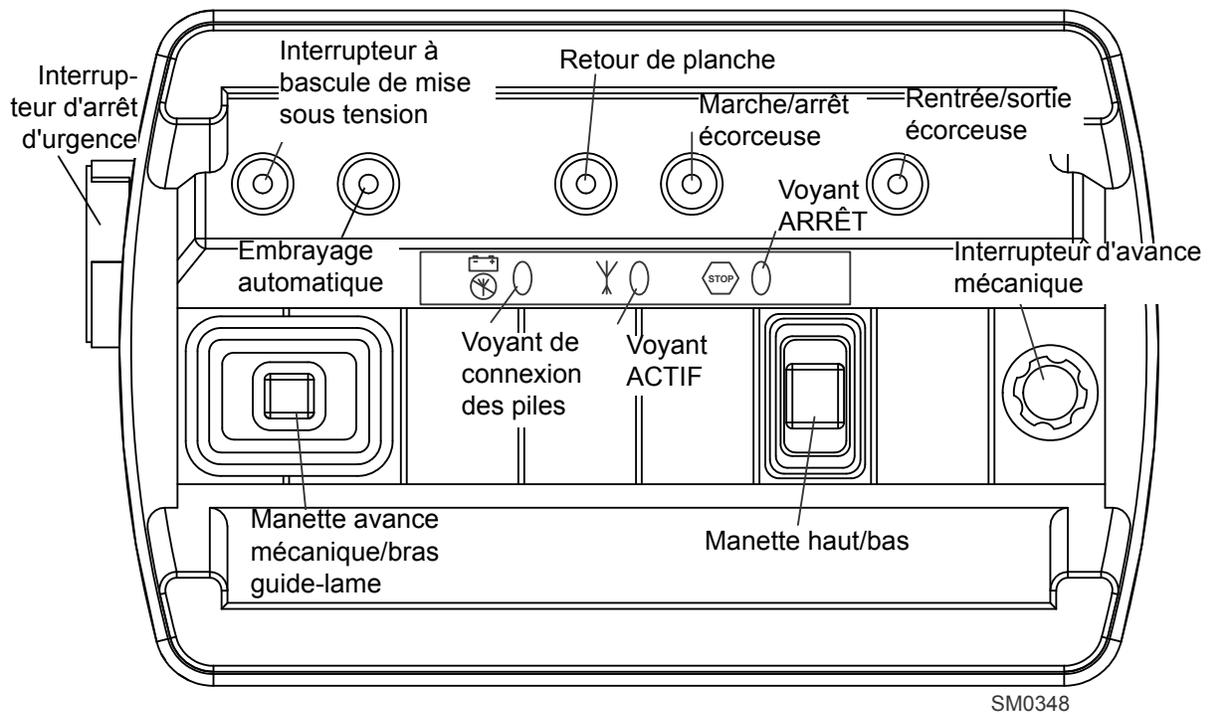

FIG. 3-7
Voir Figure 3-7. Tournez l'interrupteur à clé du tableau de commande sur la position accessoires (3) ou marche (1). Assurez-vous que tous les interrupteurs et les manettes de l'émetteur sont sur la position neutre ou ARRÊT. Allumez l'émetteur, appuyez sur l'interrupteur d'arrêt d'urgence. Amenez l'interrupteur à bascule de mise sous tension vers le haut ou vers le bas et relâchez-le. Le voyant rouge ARRÊT sur l'émetteur va clignoter rapidement. Dans les 10 secondes, relâchez l'interrupteur d'arrêt d'urgence en le tournant dans le sens horaire. Le voyant rouge ARRÊT va s'éteindre et le voyant jaune ACTIF de l'émetteur doit commencer à clignoter pour indiquer une connexion correcte avec le récepteur situé dans le boîtier de commande.